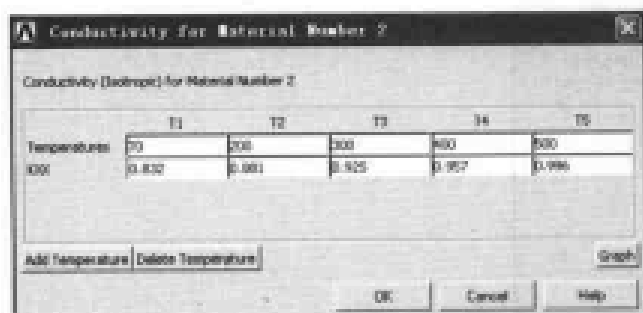

图 9-100 输入接管材料导热系数对话框
(5) 双击 Define Material Model Behavior 对话框上的 Density 选项，出现 Density for Material Number 1 对话框，在文本框中输入罐体密度 0.285，单击 OK 按钮关闭该对话框。
(6) 在 Define Material Model Behavior 对话框中选择 Material | New Model 命令，出现 Define Material ID 对话框，在文本框中输入材料参考号 2，单击 OK 按钮关闭该对话框。
(7) 双击 Define Material Model Behavior 对话框上 Conductivity 选项下的 Isotropic 选项，出现 Conductivity for Material Number 2 对话框。
(8) 单击该对话框上的 Add Temperature 按钮 4 次，参照图 9-100 在文本框中进行输入，单击 OK 按钮关闭 Conductivity for Material Number 2 对话框。